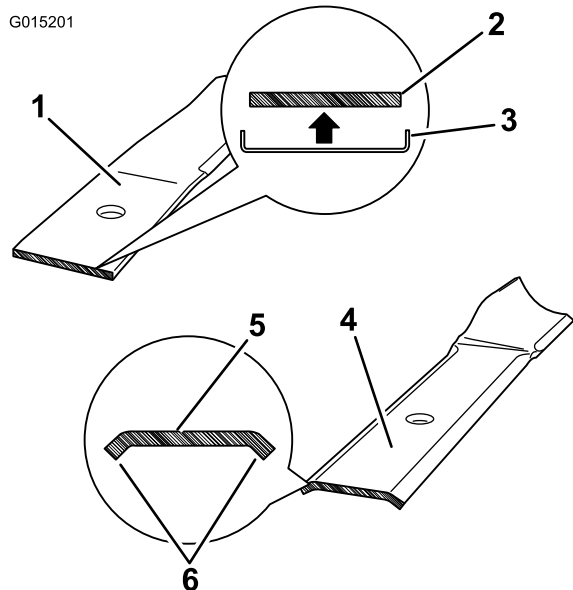

Figur 1
Obs: Om de gamla knivarna är utrustade med en sådan knivförstärkning som visas i Figur 1, ska du **inte** använda knivförstärkningen när du monterar de nya knivarna.
3. Håll knivänden med en trasa eller en tjockt vadderad handske. Avlägsna knivskruven, den böjda brickan, knivförstärkningen (endast vissa modeller) och kniven från spindelaxeln (Figur 1).
Obs: Montera inte någon knivförstärkning. Det behövs inget knivförstärkningsfäste för de här knivarna (Figur 1).